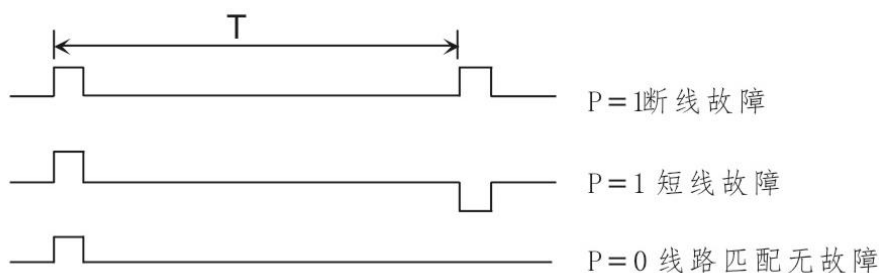

图 1 不同故障的反射波形
$V$  为电波在线路中的传播速度，与线路一次参数有关，对每种线路它是一个固定值，可通过计算和仪器实测得到。将脉冲源的发射脉冲和线路故障点的反射波以一显示器实时显示，并由仪器提供的时钟信号可测得时间  $T$ 。因此线路故障点的距离  $L_x$  便可由 (2) 式求得。不同故障时的波形图如图 1 所示。